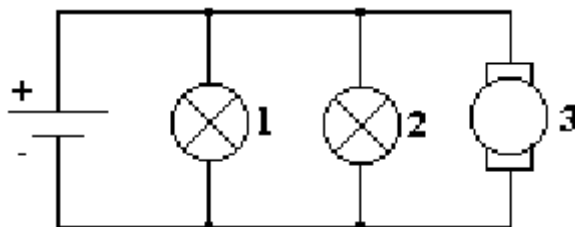

Рис. 1.1
**Электрическая схема** - это графическое изображение электрической цепи, включающее в себя условные обозначения устройств и показывающее соединение этих устройств. На рис. 1.1 изображена электрическая схема цепи, состоящей из источника энергии, электроламп 1 и 2, электродвигателя 3.